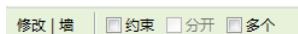

图 2-37 移动选项栏
- (2) 单击“修改”选项卡“修改”面板“复制”按钮，打开选项栏，如图 2-37 所示。